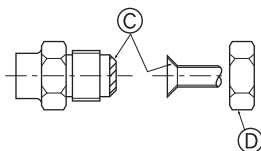

Fig. 4-5
(A) (Fig. 4-5)
(B) (Fig. 4-5)
### 4.4. Σωλήνες σύνδεσης (Fig. 4-5)